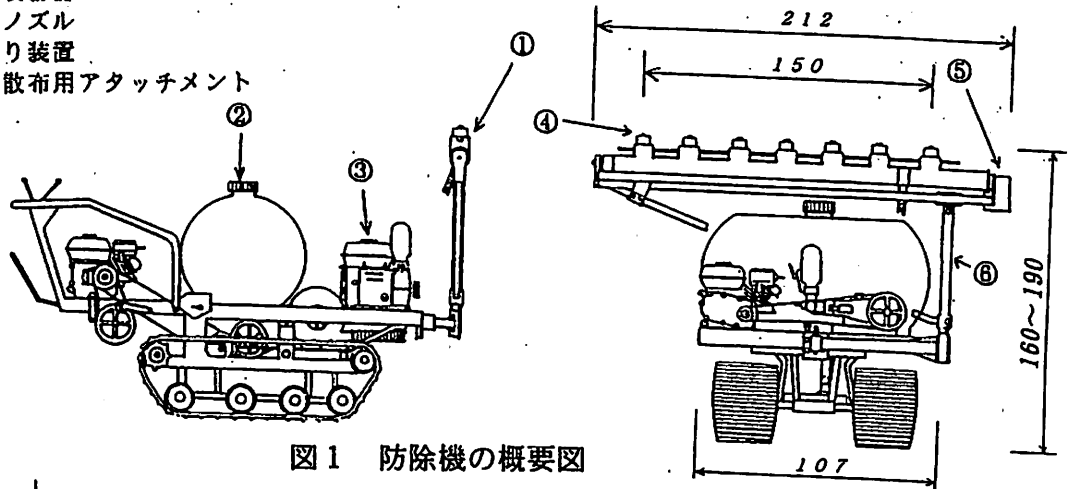

図1 防除機の概要図
1. 防除機の構造は、横型に25cmピッチで7個のアジャストノズルを配置し、上向きに45度首振りする。各ノズルの噴出角度は5～45度の範囲で任意に調整できる。先端部ノズルは左右に変更可、止水コックもあり、樹形に合わせ調整できる（図1）。